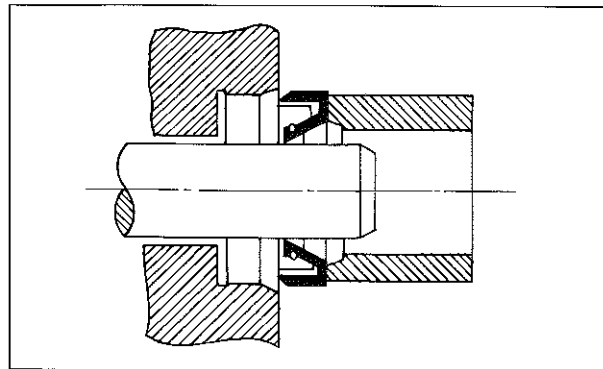

Fig. 3-3-36
- Check oil seal lips for damage and wear. Replace as required. (Fig. 3-3-36)
- Vérifier si les lèvres des bagues d'étanchéité ne sont pas abîmées ou usées. Remplacer si nécessaire (Fig. 3-3-36).
- Dichtungslippen der Öldichtungen auf Beschädigung und Verschleiß prüfen; gegebenenfalls erneuern. (Fig. 3-3-36)